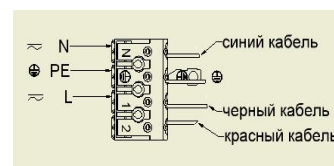

Рис.1
- 1) Подключите питающие провода к клеммной колодке соблюдая условие: "L" – фаза, "N" – ноль,  – заземление (см. рис.1).